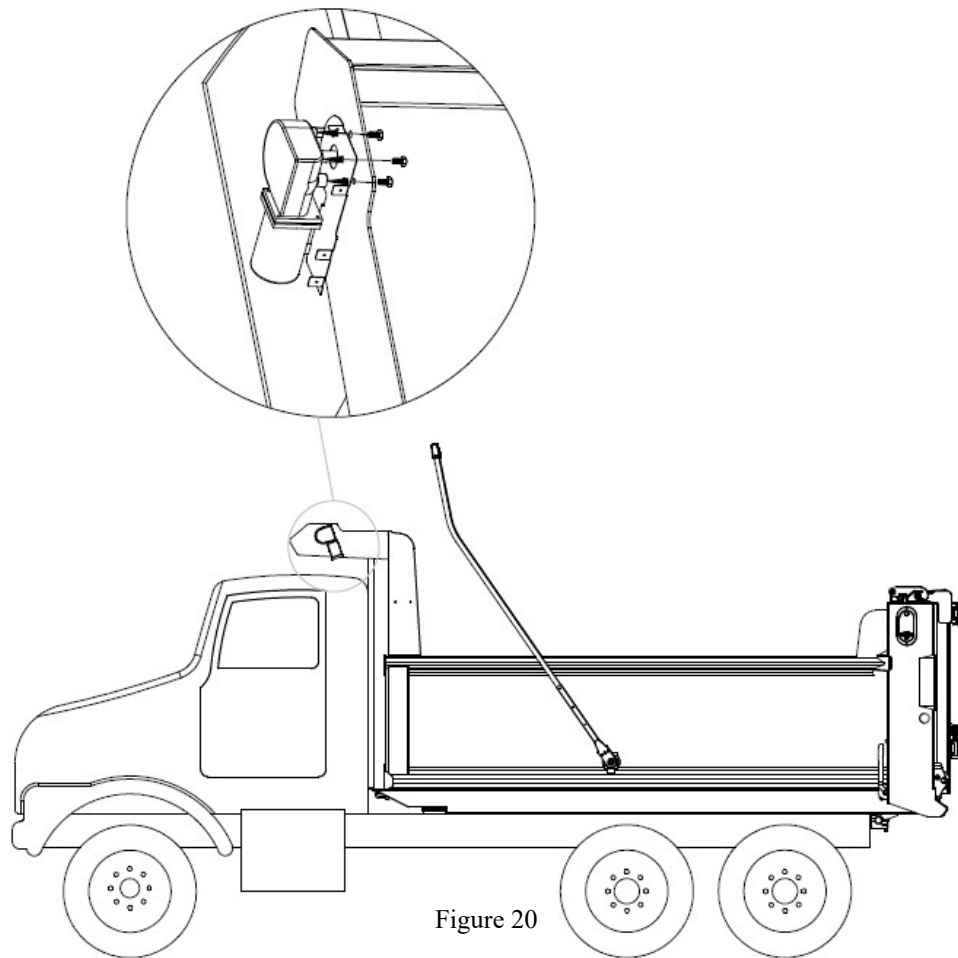

Figure 20
- c.1 :** installer le moteur avec le support du capot de moteur comme indiquer sur la figure 20 avec les trois vis fournies.